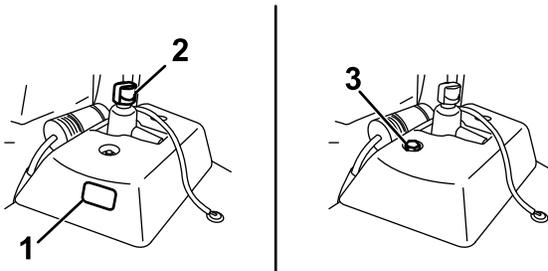

図 55
- 補助油圧オイルタンクに油量確認窓がついている場合は、そこで確認し 図 55 ステップ 5 に進んでください。
- 補助油圧オイルタンクに油量確認窓がない場合は、マシン上部にあるディップスティックを探し出し 図 55 ステップ 3 に進んでください。